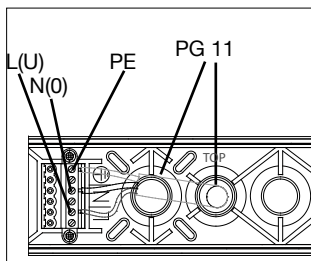

Bild 5 / Fig. 5
Nach Befestigung des Schnellmontagesatzes gemäß zugehöriger Anleitung ist die Netzverbindung (L(U), N(0), PE) herzustellen (Bild 5). Achten Sie auf den festen Sitz der Klemmschrauben! Nichtbenutzte Einführungen sind mit montiertem Verschlussstopfen zu belassen (IP-Schutz).
After fixing the quick mounting plate in accordance with the respective instructions, the mains connection (L (U), N (0), PE) is to be established (fig. 5). Pay attention to a tight fit of the terminal screws! Unused cable entries are left with their locking plug fitted (IP protection).